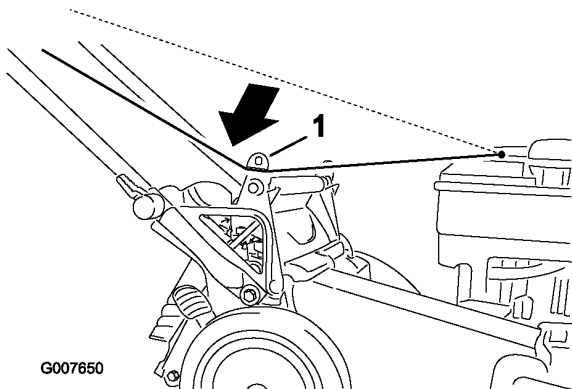

Рисунок 22
1. Поднимите и удерживайте задний отражатель (Рисунок 22).